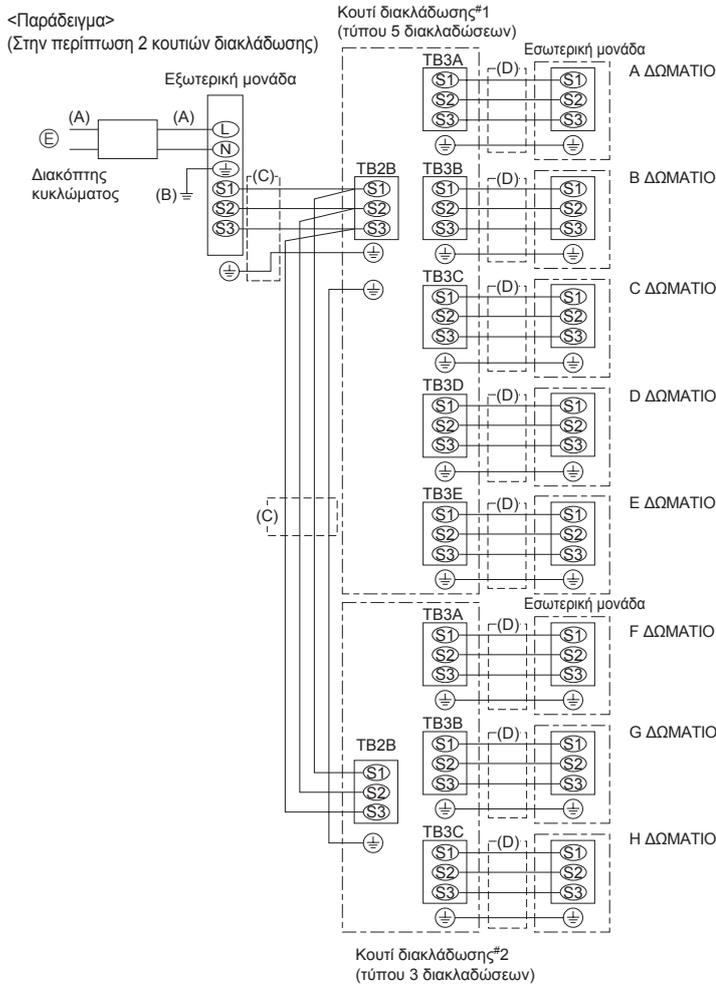

Fig. 9-6
9.2. Διαδικασία εξωτερικής καλωδίωσης (Fig. 9-6)